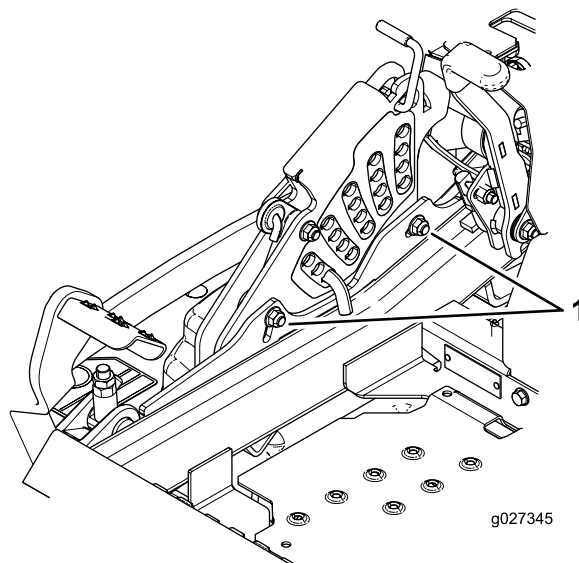

Figure 92
12. Pour régler le système monopoint, desserrez les 2 boulons au bas de la plaque de hauteur de coupe (Figure 92).
14. Serrez les 2 boulons au bas de la plaque de hauteur de coupe (Figure 92). T